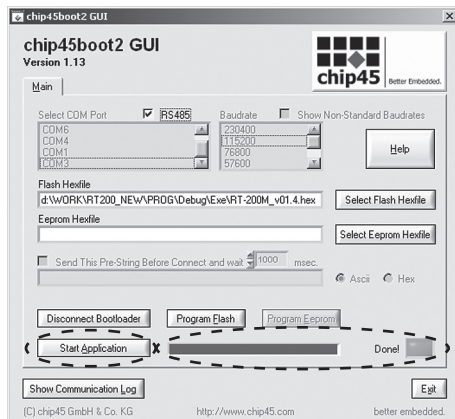

Рис. 31.
14. Убедиться в окончании процесса загрузки – полная синяя шкала, и сообщение **«DONE!»** + **«Зеленый индикатор»**, Рис. 31;
15. Нажмите **«Start Application»**, Рис. 31;